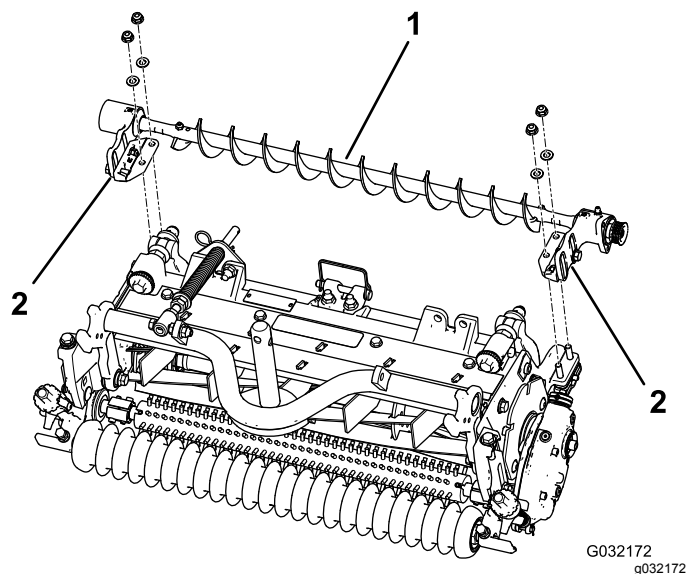

Figura 4
5. Posizionate le staffe di montaggio del gruppo spazzola per rullo di sinistra o destra sui bulloni della staffa del rullo (Figura 4).